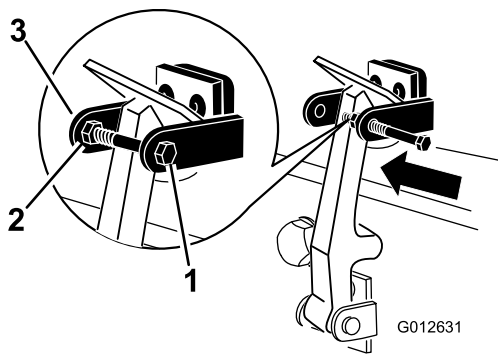

Figura 18
7. Enrosque el perno en el otro brazo del seguro de cierre del capó para bloquear la posición del cierre (Figura 18).